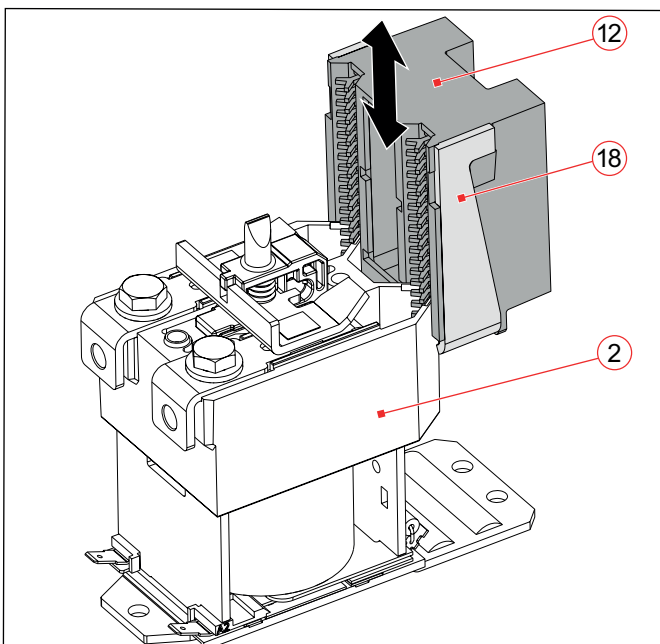

Abb. 71: C195 A/ C195 B/: Löschkammern abnehmen/aufsetzen (die Abbildung zeigt C195 A/, die Vorgehensweise bei C195 B/ ist identisch)
- ▶ Vor der Montage der Löschkammer darauf achten, dass das offene Ende des U-förmigen Metallbügels (18) nach oben zeigt, siehe **Abb. 71**.
- ▶ Die neue Löschkammer (12) bis zum Anschlag in die Kontakteinheit (2) einschieben.
- ▶ Den Deckel auf die Kontakteinheit (2) aufsetzen, siehe **„Deckel aufsetzen – Typ C195 A/ B/ S/ T/ W/“ auf Seite 54**.